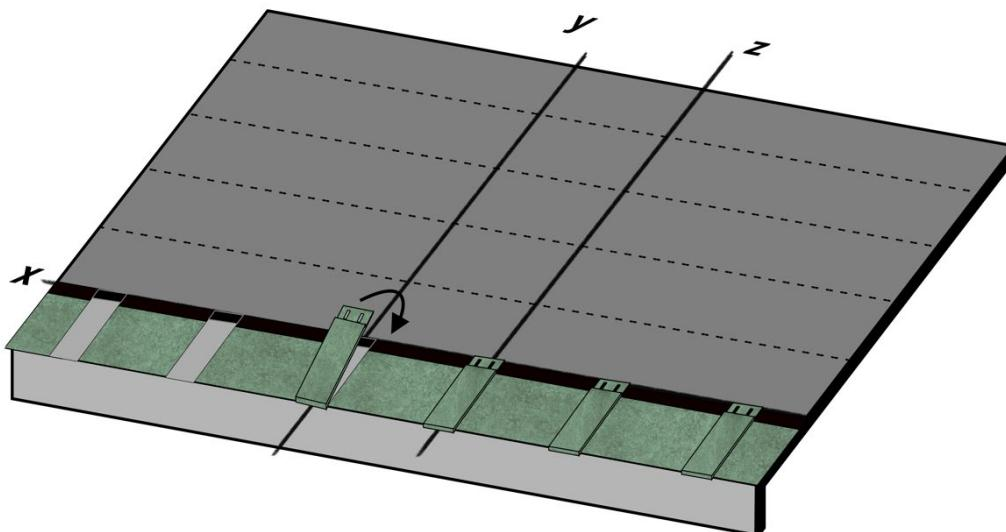

Fig. 21 – Installazione del Compact Clip
- Inserire i Compact Clips, allineando la tacca centrale del primo Compact Clip alla giunzione tra due tegole consecutive e il secondo Compact Clip al centro della tegola stessa. Il Compact Clip sarà fissato in posizione aderendo alla parte esposta del nastro butilico, Fig. 21.